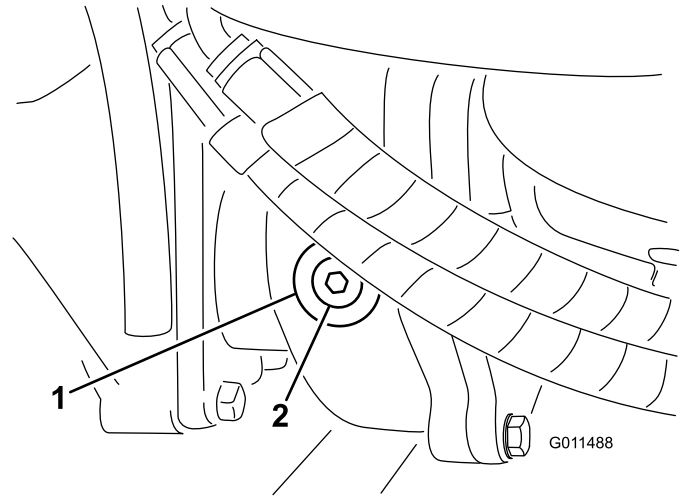

Figure 67
2. Enlevez le bouchon de contrôle/remplissage du côté gauche du boîtier d'engrenages et vérifiez que le lubrifiant atteint la base de l'orifice (**Figure 67**).